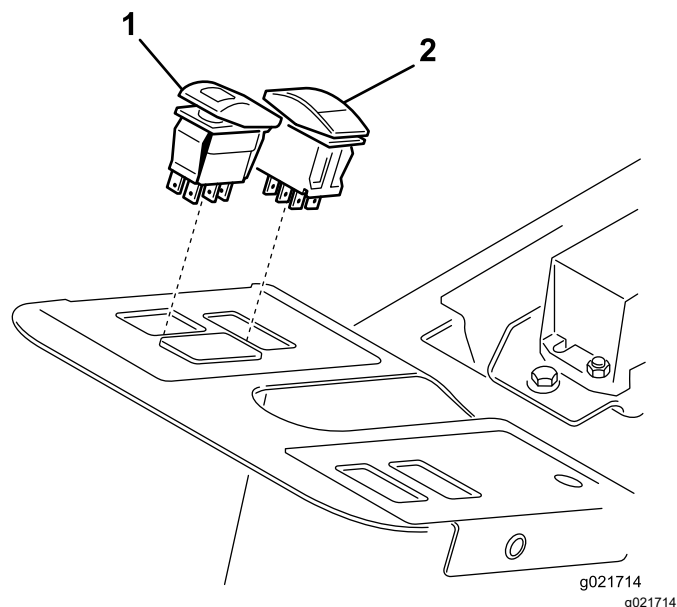

Figura 4
2. Montate l'interruttore indicatori di direzione nel foro inferiore sul cruscotto del piantone dello sterzo (Figura 4). L'interruttore indicatori di direzione è On-Off-On.
3. Montate l'interruttore luci di emergenza nel foro superiore destro sul cruscotto del piantone dello sterzo (Figura 4). L'interruttore luci di emergenza è On-None-On ed è provvisto del simbolo di pericolo.